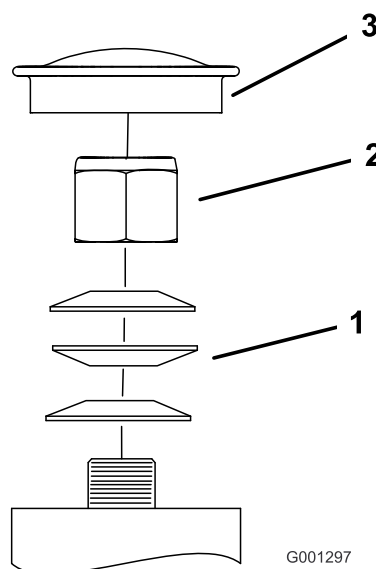

Figure 61
3. Retirez le couvre-moyeu de la roue pivotante et serrez le contre-écrou (**Figure 61**).
4. Continuez de serrer le contre-écrou jusqu'à ce que les rondelles élastiques soient aplaties, puis desserrez-le d'un quart de tour pour obtenir la précharge correcte des roulements (**Figure 61**).
**Important:** Veillez à placer les rondelles élastiques comme montré à la **Figure 61**.
5. Reposez le couvre-moyeu (**Figure 61**).